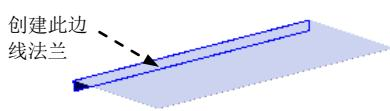
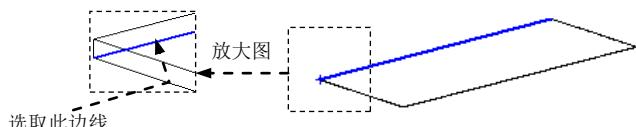

图 17.6.2 创建边线—法兰 1
图 17.6.3 定义特征的边线
Step2. 创建图 17.6.2 所示的钣金特征——边线—法兰 1。
(1) 选择命令。选择下拉菜单 **插入(I)** → **钣金(B)** → **边线法兰(E)...** 命令，系统弹出“边线法兰”对话框。
(2) 定义特征的边线。选取图 17.6.3 所示的模型边线为生成的边线法兰的边线。